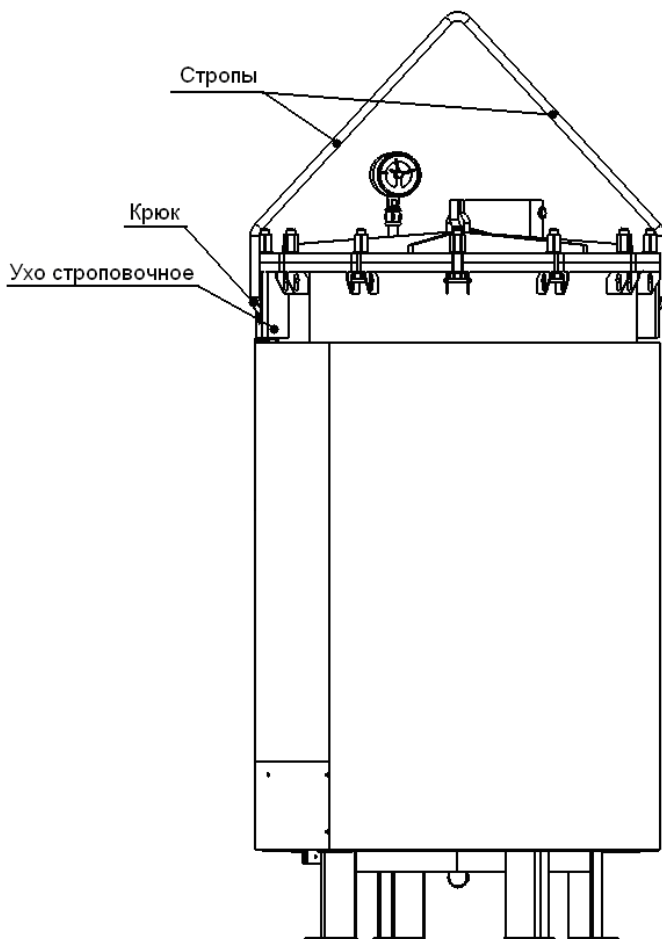

Рисунок 10. Схема строповки
11.4 При погрузке и транспортировании оборудования необходимо соблюдать и выполнять требования манипуляционных знаков на таре и схему строповки (рисунок 10).